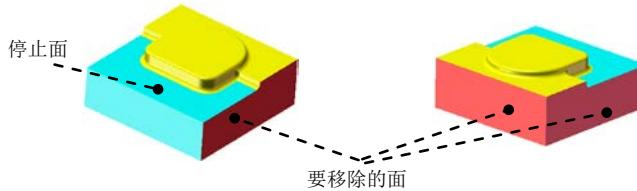

图 14.2.13 成形工具1
Step9. 创建图 14.2.13 所示的零件特征——成形工具1。
(1) 选择命令。选择下拉菜单 $\text{插入(I)} \rightarrow \text{钣金(O)} \rightarrow \text{成形工具}$ 命令。
(2) 定义成形工具属性。
① 定义停止面。激活“成形工具”对话框的 停止面 区域，选取图 14.2.13 所示的模型表面作为成形工具的停止面。
② 定义移除面。激活“成形工具”对话框的 要移除的面 区域，选取图 14.2.13 所示的模型表面作为成形工具的移除面。
(3) 单击 \checkmark 按钮，完成成形工具1的创建。